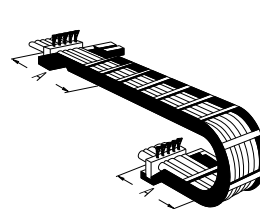

Bild 1
- bei kurzen Energieketten an beiden Enden der Kette (→ Bild 1)